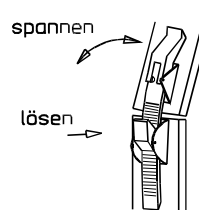

Abb. 33
5. Das hintere Winkelspannband (Pos. 4) wird über den Halbschalen positioniert. Die Spanneinrichtung befindet sich unten links. Die Spannlasche wird durch die Schnalle geschoben und geschlossen. Bedienung der Spanneinrichtung wie in Abb. 33.